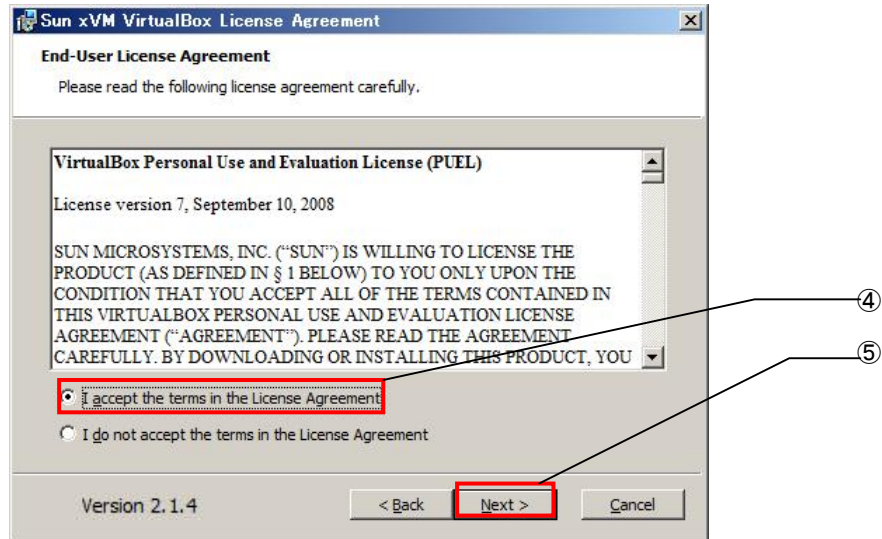

図 2-2-3-3. ライセンス承諾画面
- ⑥ 図 2-2-3-4 のカスタムインストール画面に変わります。ここでは VirtualBox に追加するプラグイン機能を選択します。
- ⑦ 「Next>」をクリックしてください。